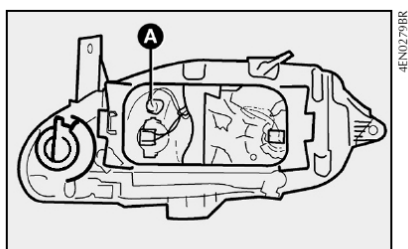

fig. 23
2) retirar o porta-lâmpada **A**-fig. 23 girando-o no sentido anti-horário;